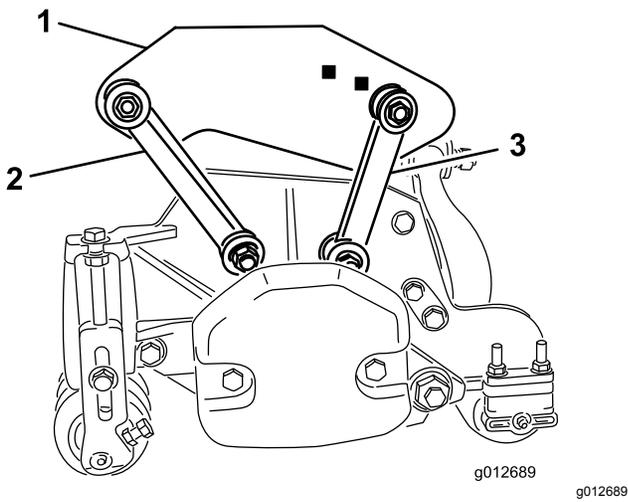

图19
- 如 图 19 所示用螺栓 $\frac{3}{8}$ x 2 $\frac{1}{4}$ 英寸、2 个平垫圈和 1 个锁紧螺母将前安装连杆固定到承载架孔中。安装时将垫圈放到连杆的两侧。上紧紧固件扭矩至 42N·m。
- 如 图 19 所示用螺栓 $\frac{3}{8}$ x 2 $\frac{1}{4}$ 英寸、2 个平垫圈和 1 个锁紧螺母将后安装连杆固定到后承载架孔中。安装时将垫圈放到连杆的两侧。上紧紧固件扭矩至 42N·m。